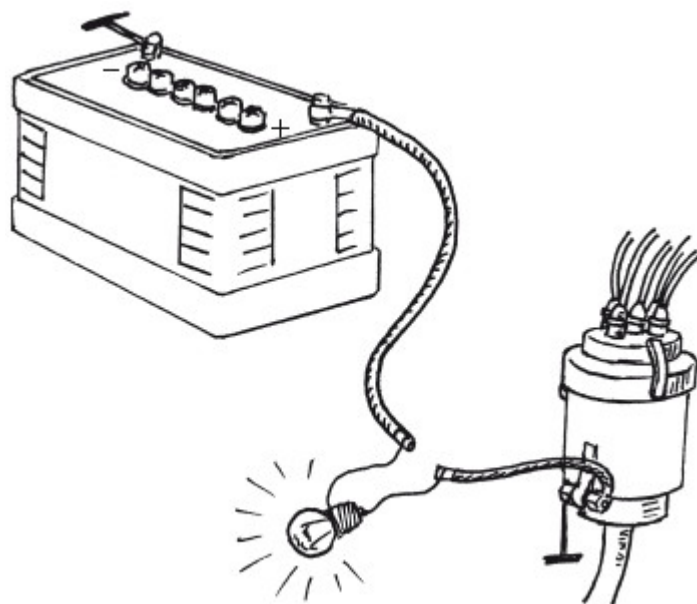

Рисунок 29. Проверка конденсатора
10. Проверить исправность конденсатора. Если не наблюдается искра при замыкании разомкнутых контактов отверткой, то нужно отсоединить от клеммы ввода в распределитель зажигания провод конденсатора и соединить его с положительной клеммой аккумулятора через контрольную лампу. Конденсатор неисправен, если лампа горит. В этом случае следует заменить конденсатор (рис. 29).